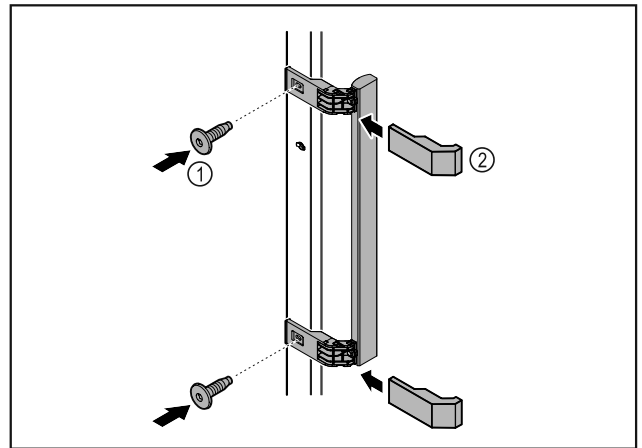

Fig. 6
- Установите на двери ручку из набора принадлежностей, используя прилагающиеся винты Fig. 6 (1).
- Установите крышку Fig. 6 (2).